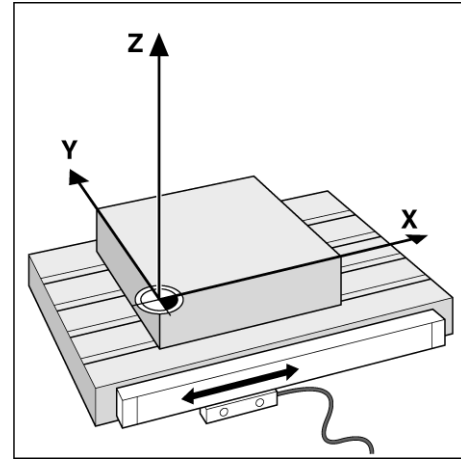

Fig. I.5 Doğrusal konum kodlayıcısı, burada X eksenini için
**Konum geri besleme** kodlayıcıları makine eksen hareketini elektrik sinyallerine dönüştürür. ND 522/523 bu sinyalleri sabit olarak değerlendirerek makine ekseninin ekranda sayısal değer olarak gösterilen fiili konumlarını hesaplar. Bkz: Fig. I.5.